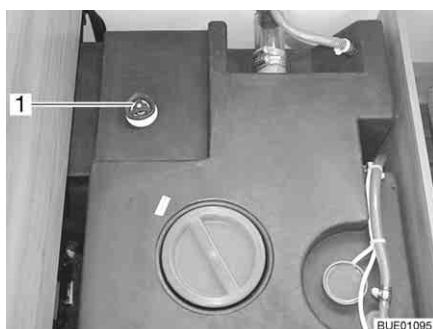

Bild 227 Vattentank med ratt
- Vrid ratten på vattentanken moturs mot motståndet till stoppläget (Bild 227,1) för att öppna utloppsöppningen helt.